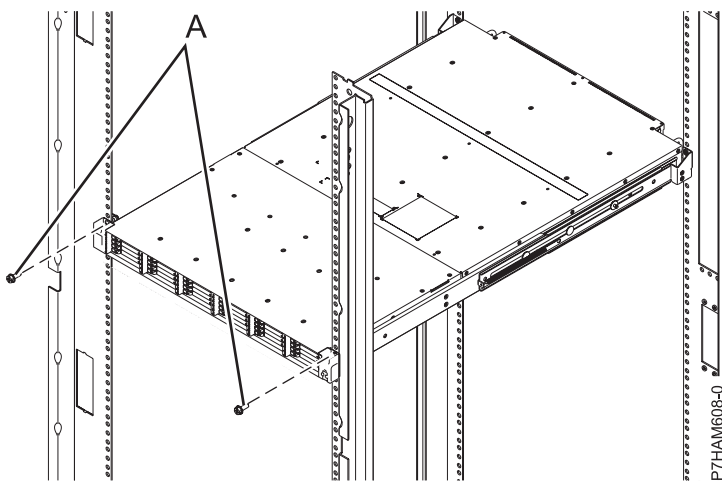

Figure 15. Fixation de l'avant du boîtier à l'armoire
- e. Fixez l'avant du boîtier aux cornières de l'armoire en insérant les vis de fixation (A) dans les trous ouverts supérieurs des supports et dans les trous supérieurs des bandes EIA, comme indiqué à la figure 15.